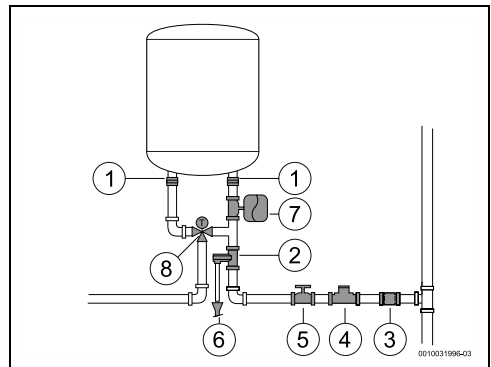

Fig. 13 Ligação de água
- ▶ Instalar um regulador termostático (Fig. 13, [8]) no tubo de saída do aparelho se forem utilizados tubos PEX. Deverá ser ajustado de acordo com o desempenho do material utilizado.